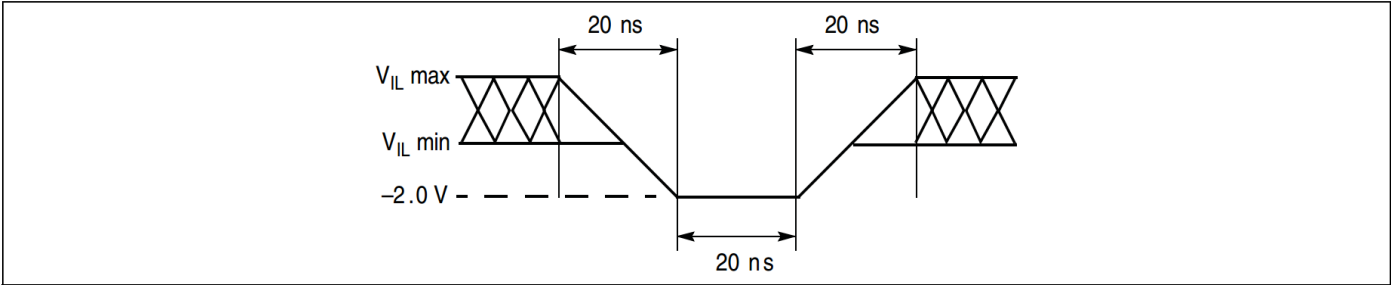
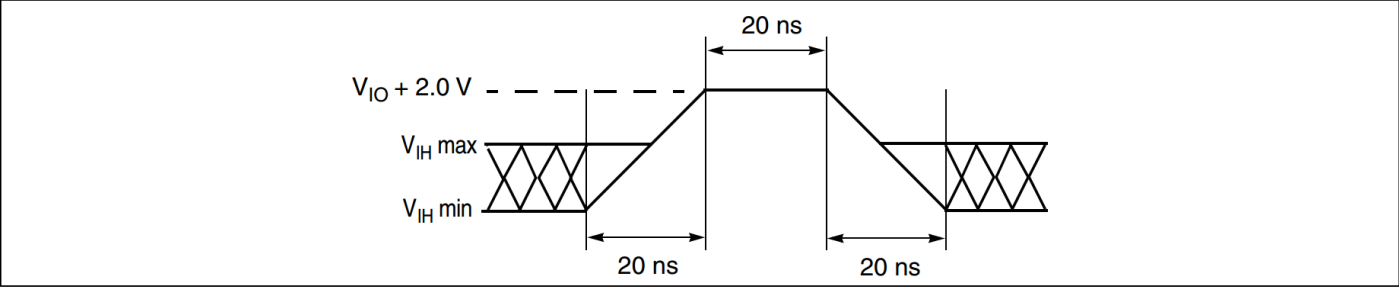

图 11 最大负过冲波形
图 12 最大正过冲波形
73. 输入或I/O引脚上的最小直流电压是-0.5 V。在电压转换期间，输入或I/O引脚可能低于 V_{SS} ，降到-2.0 V，时间最长为20 ns。请参见图11。输入或I/O引脚上的最大直流电压是 $V_{CC} + 0.5$ V。在电压转换期间，输入或I/O引脚可能升到 $V_{CC} + 2.0$ V，时间最长为20 ns。请参见图12。